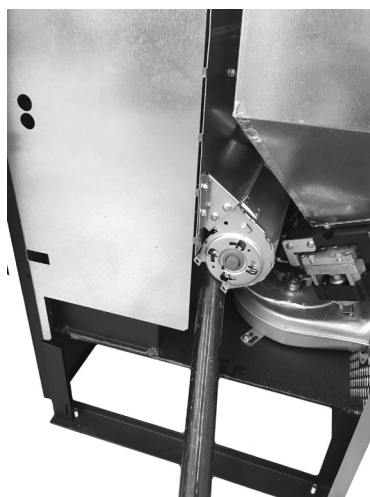

Fig. 35 - Nettoyage de le ventilateur ambiant
- Enlever la poussière accumulée dans les pales à l'aide d'une brosse et d'un aspirateur (voir **Fig. 35**).